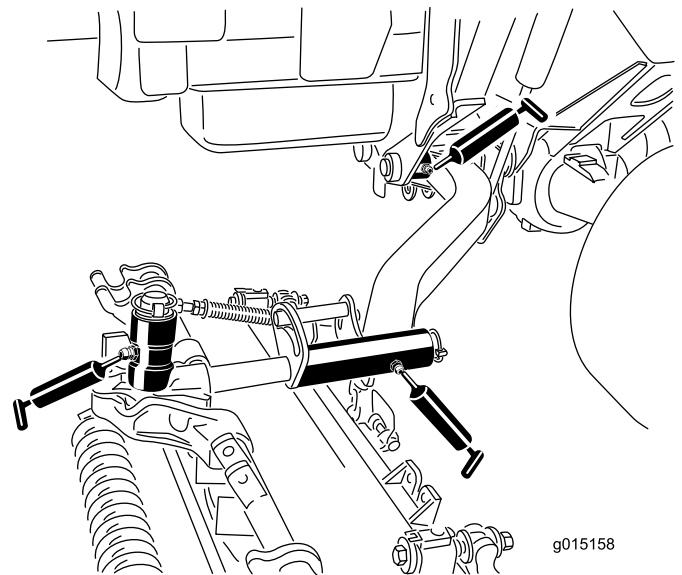

Figure 47
- Bagues de pivot de bras de relevage (1 par tablier) (Figure 47)
- Bâti porteur de tablier de coupe (2 par tablier) (Figure 47)
- Pivot de bras de relevage de tablier de coupe (1 par tablier) (Figure 47)